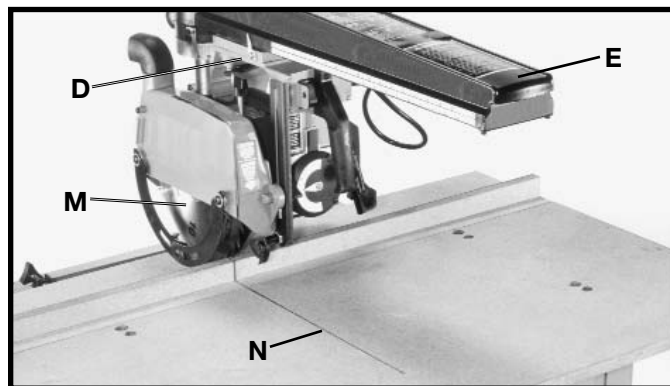

Fig. 51
5. Una vez que la hoja de la sierra (M) Fig. 51 se haya detenido por completo, devuelva el cabezal de corte (D) hacia la parte posterior del brazo guía (E) según lo ilustrado. La Fig. 51 muestra la entalladura de la sierra (N) cortado en las tablas de mesa.
IMPORTANTE: EL BRAZO GUIA (E) FIG. 51 DEBE ELEVARSE ANTES DE INTENTAR SU ROTACION. ADEMÁS, EL PROCEDIMIENTO "CORTANDO LAS TABLAS DE MESA" DEBE REALIZARSE PARA CADA CORTE EN ANGULO QUE SEA DESEADO.